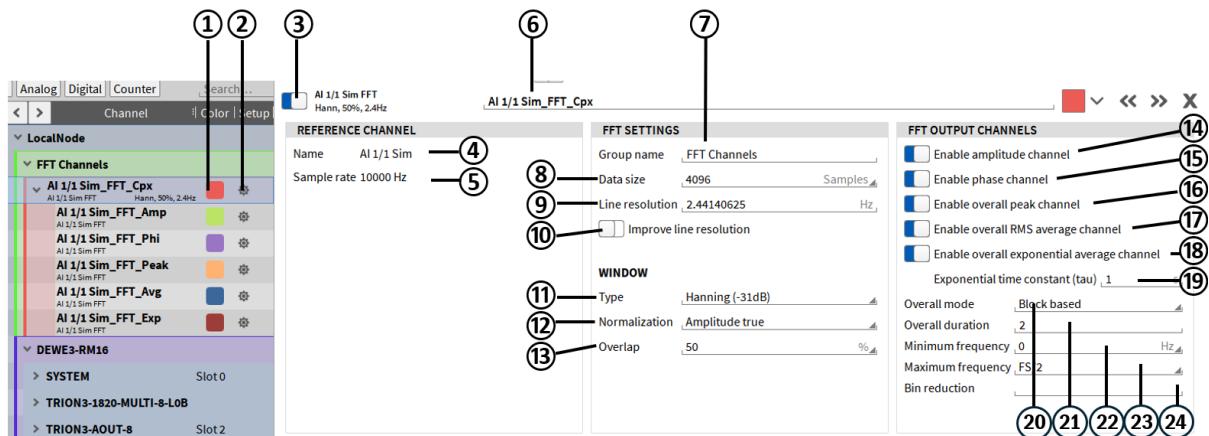

Fig. 7.90: 复数通道设置 - 概览
- 这个计算通道不会自动计算, 必须在 FFT 通道设置界面勾选 *Channel_Name_Cpx after* 计算(见 ⑭ 图. Fig. 7.90).